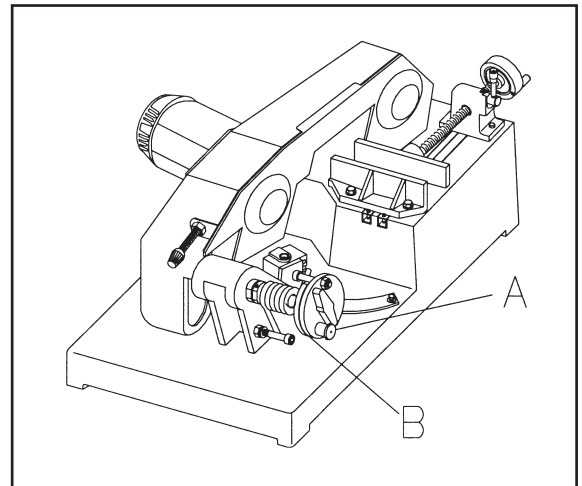

Fig.2
Der Vorschub der PROMAC Bandsäge ist vom Werk für Schnitte von grobem Material eingestellt worden. Dies entspricht der Marke "H" Fig. 2 an der Einstellung der Torsionsfeder.
1. Den Bolzen (A) Fig. 2 entriegeln.
- 2a. Schnitte von mittlerem Material: Das Rad (B) Fig. 2 bis zur Marke "M" drehen.
- 2b. Schnitte von dünnen Material: Das Rad (B) Fig. 2 bis zur Marke "L" drehen.
3. Den Bolzen (A) Fig. 2 verriegeln.